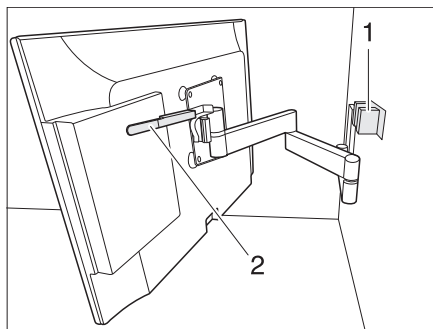

Fig. 62 Support à bras articulé
- Pousser le levier (Fig. 62,2) vers le bas pour détacher l'écran plat du dispositif de blocage (Fig. 62,1). Relâcher le levier.